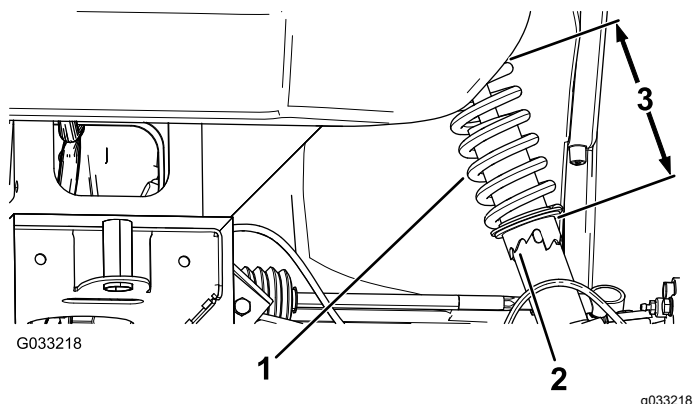

Figura 52
2. Se o alinhamento da roda estiver desalinhado, utilize a chave de aperto para rodar o anel na mola amortecedora para alinhar a roda (Figura 52).